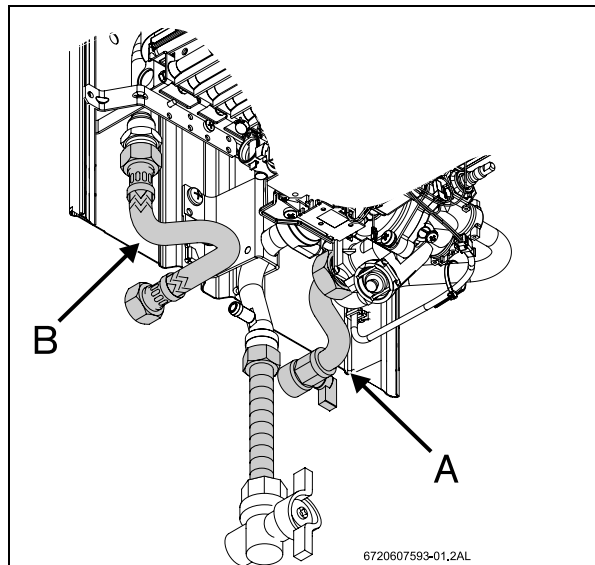

Fig. 6 Conexión de agua
- ▶ Identificar el tubo de agua fría (Fig. 6, pos. A) y el tubo de agua caliente (Fig. 6, pos. B), para evitar cualquier conexión equivocada.